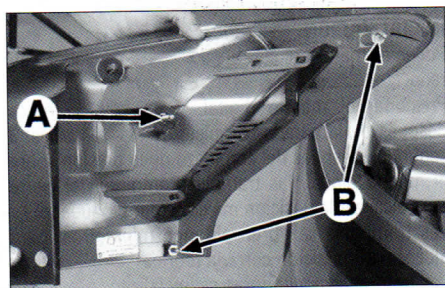

FIG. 75
Desmontar la fijación en (A) (fig. 75).